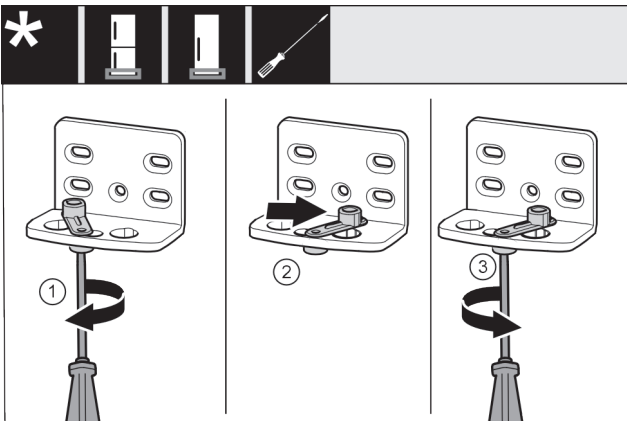

Fig. 28
- Schraube Fig. 28 (1) mit Schraubendreher lose schrauben.
- Türschließhilfe Fig. 28 (2) anheben und um 90° nach rechts in Bohrung drehen.
- Schraube Fig. 28 (3) mit Schraubendreher festschrauben.